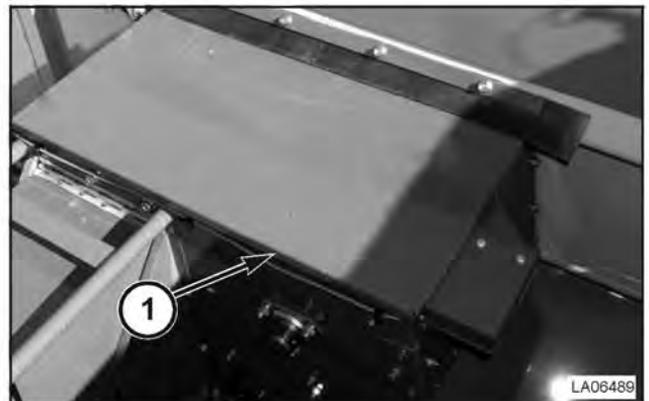

FIG. 210
FIG. 210: el cabezal del elevador de grano limpio cuenta con una tapa de inspección (1) que puede abrirse para controlar y realizar el servicio de la cadena del elevador.